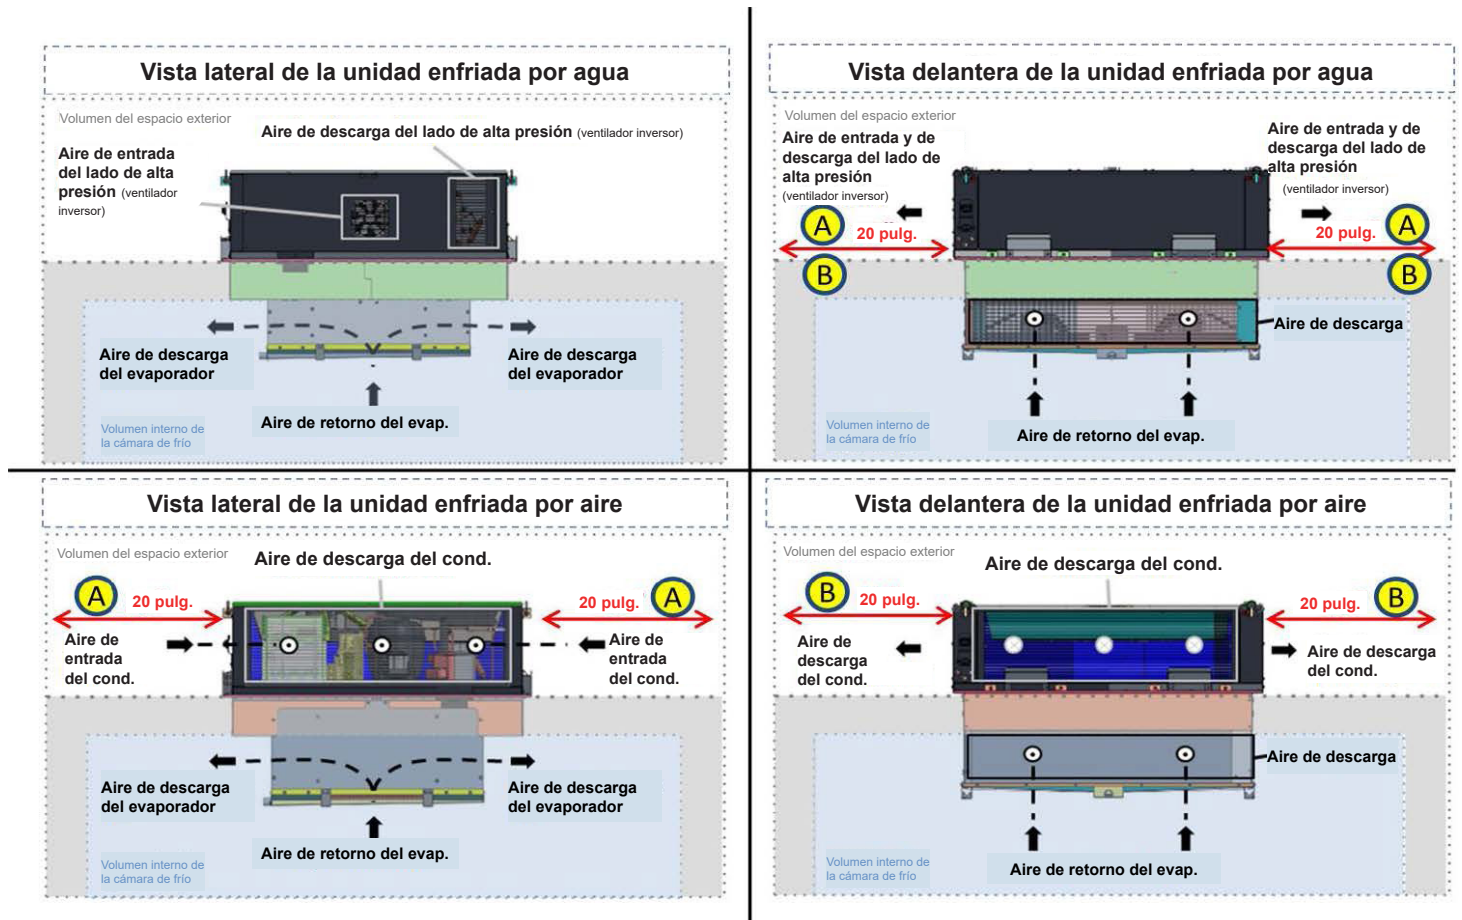

Figura 5 – Diagrama del flujo de aire
- La distancia mínima entre el lado de entrada de aire del condensador y cualquier pared u obstrucción es de 20 pulg.; Vea "A" en la Figura 5.
- El espacio mínimo entre el lado de salida de aire del condensador y cualquier pared u obstrucción es de 20 pulg.; Vea "B" en la Figura 5.